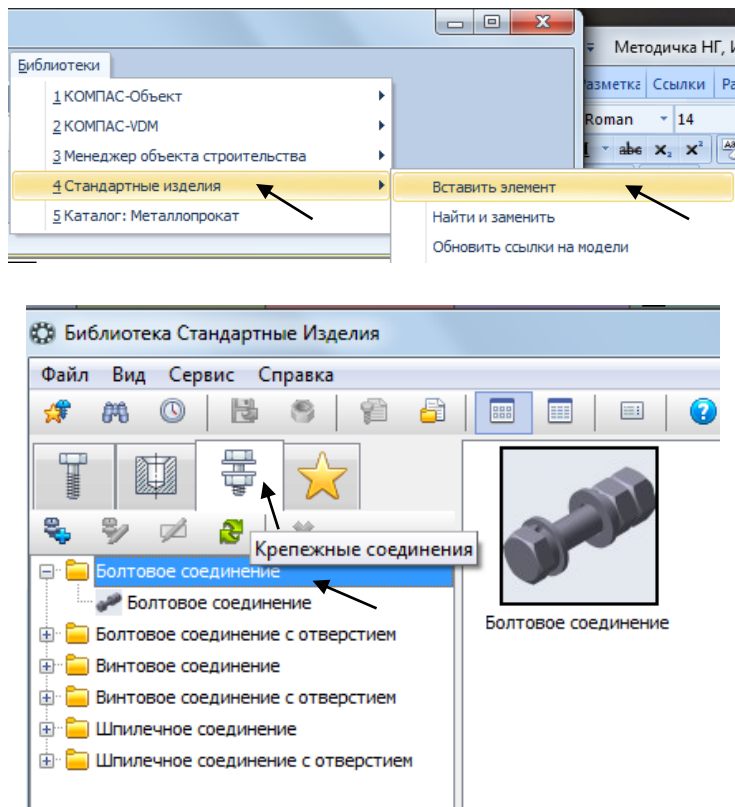

Рисунок 2.
3. Для автоматизированного построения болтового соединения следует в строке управляющего меню (в верхней строке экрана) выбрать кнопку **Библиотеки – Стандартные изделия – Вставить элемент – Крепежные соединения – Болтовое соединение (щелкнуть дважды)**(рисунок 2).